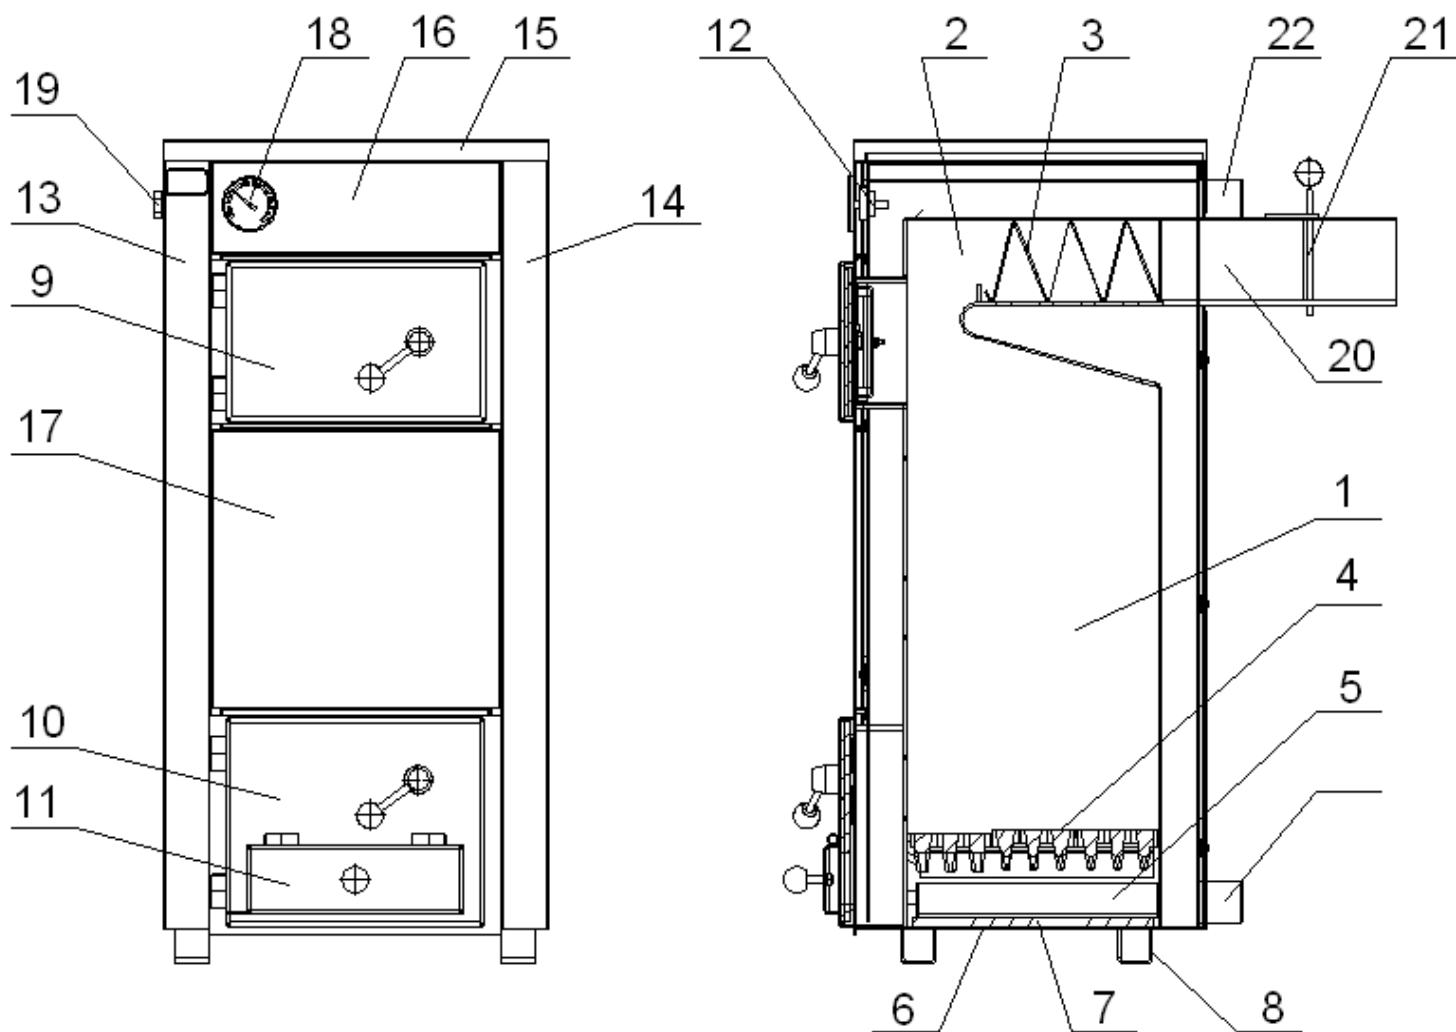

Рисунок 1. Котел опалювальний АОТ-16
6.1.5 Встановити регулятор тяги Regulus RT3 або Honeywell FR124 (при наявності). Для цього на лівій стінці котла вигвинтити заглушку поз.19 (рис.1).
Другу кінцівку ланцюжка просунути через прямокутний отвір на заслінці поз.10 (рис.1) та закріпити гачком за ланку ланцюжка. Перевірити можливість вільного руху важіля при повороті ручки управління.
7.1.4 Регулювання температури води у котлі проводиться за допомогою шиберу (поз.21, рисунок 1) та заслінки (поз.11, рисунок 1). Для збільшення температури необхідно відкрити шибер та заслінку, для зменшення — повністю або частково закрити шибер та заслінку.
При обладнанні котла регулятором тяги Regulus RT3 або Honeywell FR124 регулювання температури води проводиться за допомогою шиберу (поз.21, рисунок 1) та регулятора тяги. Для збільшення температури необхідно відкрити шибер та встановити ручку управління регулятора на позначку більш високої температури, для зменшення — повністю або частково закрити шибер та встановити ручку управління регулятора на позначку нижчої температури.
7.2.1 Для припинення роботи котла повністю закрити заслінку (поз.11, рисунок 1). При цьому припиняється подача повітря у топку і паливо поступово загасає.